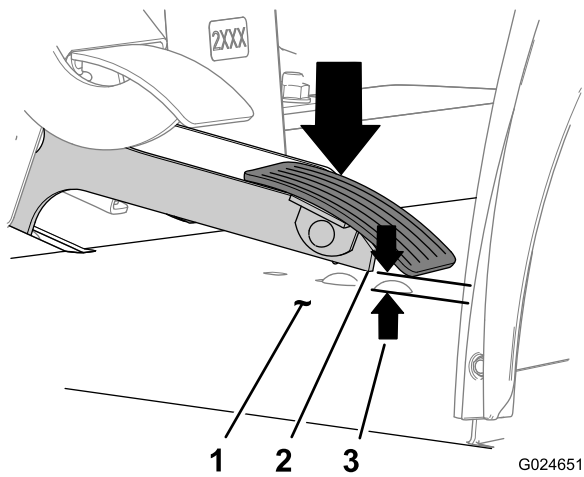

Figura 86
2. Meça a folga entre o pedal do acelerador e o chão por debaixo do pedal (Figura 86).
3. Se a folga entre o pedal do acelerador e o chão (Figura 86) for superior ou inferior a 6,35 mm, execute o seguinte mantendo a alavanca contra o batente do ralenti rápido (Figura 85):